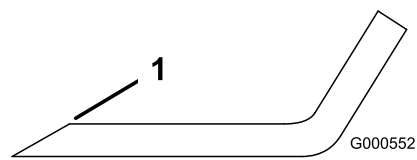
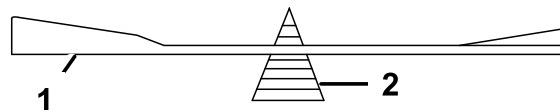

Figure 37
Figure 38
1. Au moyen d'une lime, aiguissez les tranchants aux deux extrémités de la lame (Figure 37) en veillant à conserver l'angle de coupe d'origine. Limez la même quantité de métal sur chacun des deux tranchants pour ne pas déséquilibrer la lame.
2. Vérifiez l'équilibre de la lame en la plaçant sur un équilibreur (Figure 38). Si la lame reste horizontale, elle est équilibrée et peut être utilisée. Si la lame est déséquilibrée, limez un peu l'extrémité de la partie incurvée seulement (Figure 37). Répétez la procédure jusqu'à ce que la lame soit équilibrée.